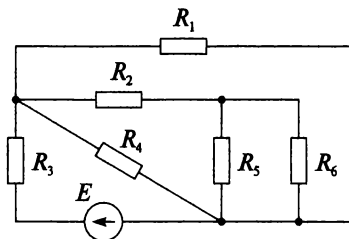

Рис. 3.23
3. Определите эквивалентное сопротивление цепи (рис. 3.23), состоящей из резисторов, каждый из которых по 6 Ом.